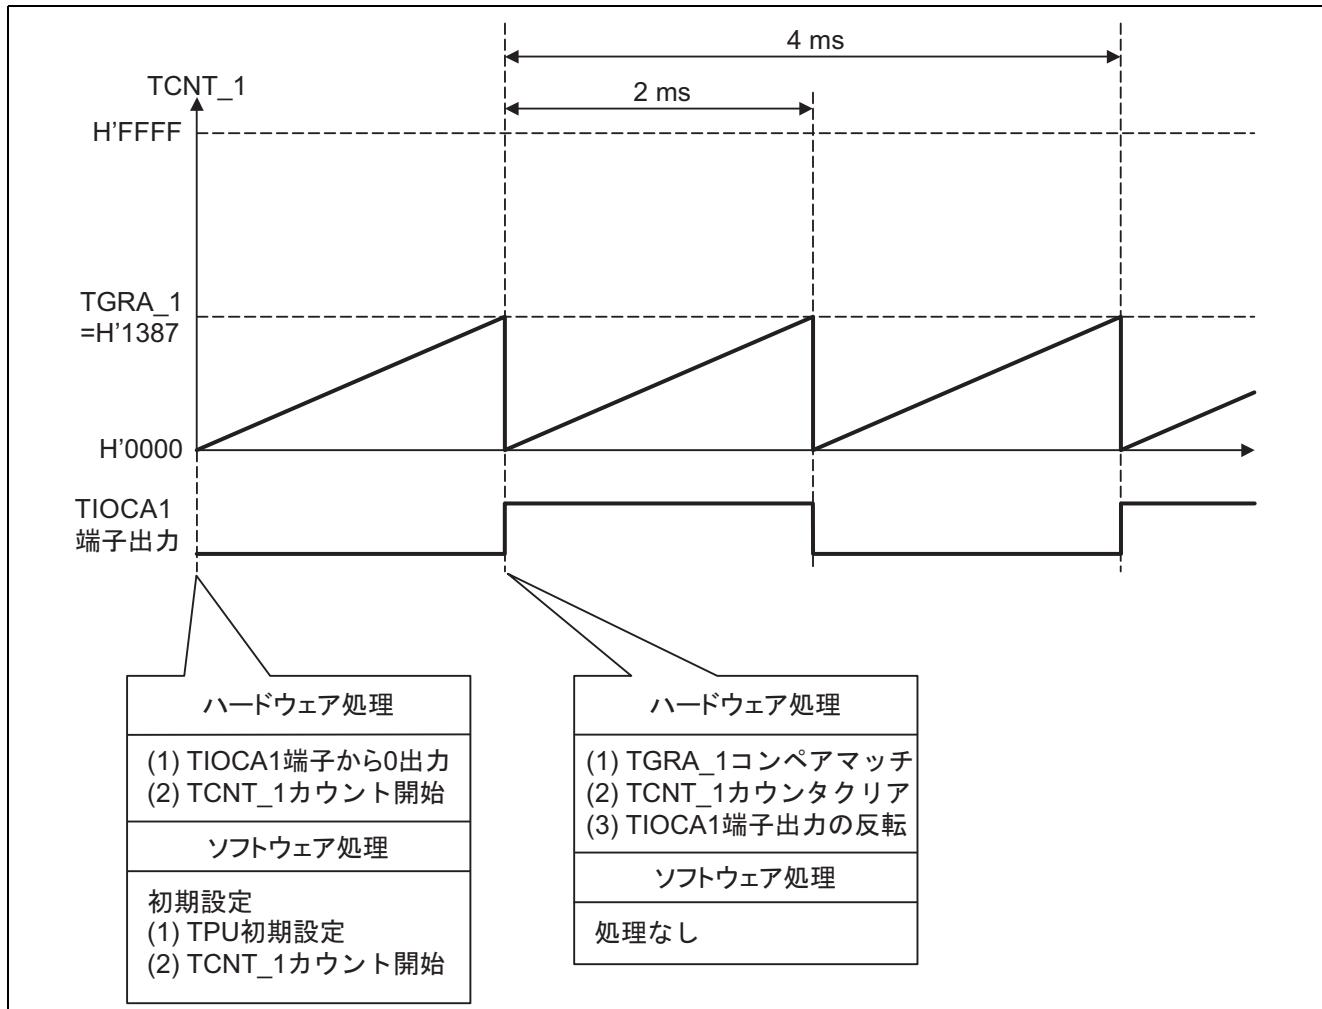

図 3 動作説明
- 図 3 に動作説明を示します。図 3 に示すようなハードウェア、ソフトウェア処理により、TPU アウトプットコンペア機能によるパルス出を行います。